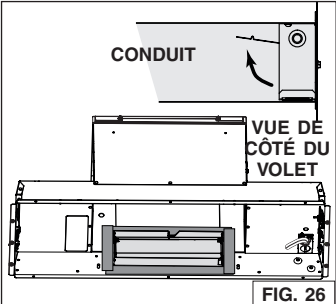

FIG. 26
4. Par l'intérieur de la hotte, glisser l'adaptateur/volet de 3¼ po x 10 po dans le conduit horizontal, puis le fixer à la hotte à l'aide de ruban adhésif de métal tout autour de celui-ci (FIG. 26). S'assurer que le volet ouvre tel qu'il est illustré dans la vue de côté du volet.